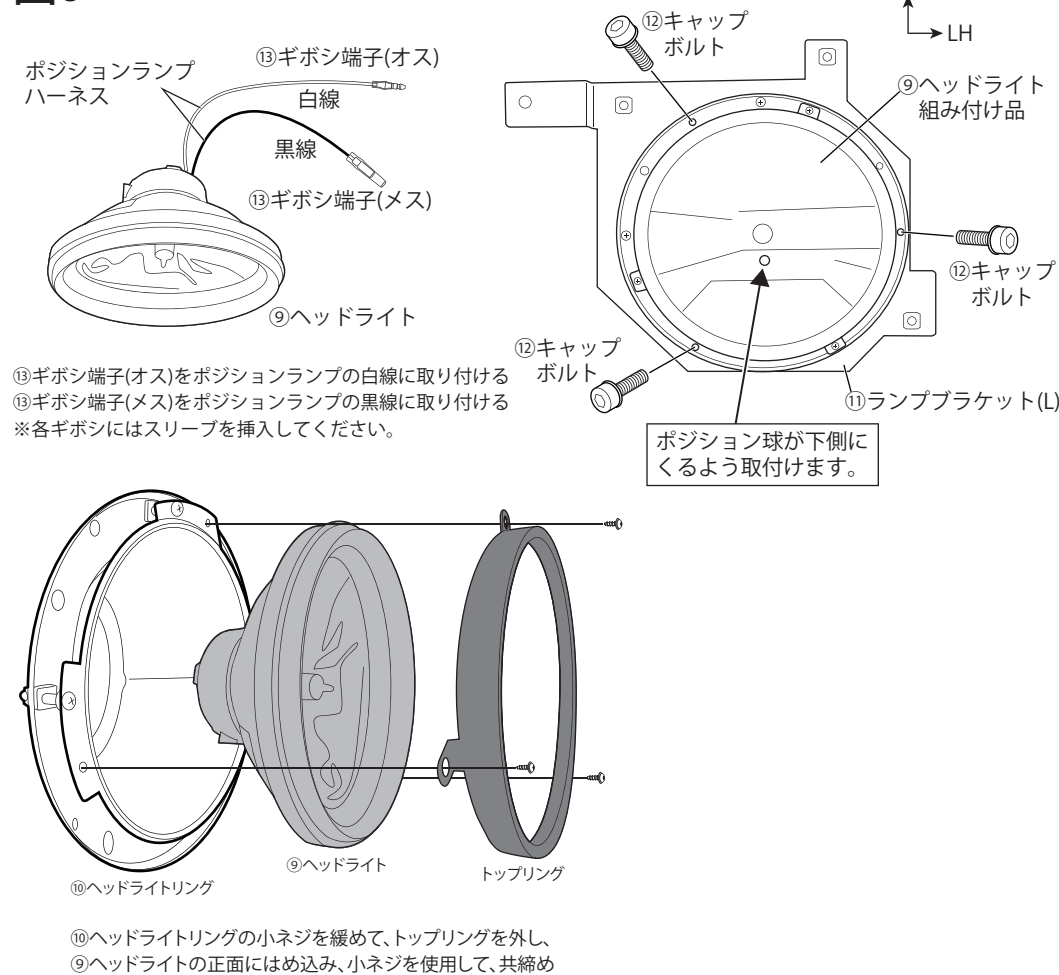

図7 ※左右共通作業 (図はLH)
- 図7を参考に、組み付けた⑪ランプブラケットを③アプセットボルトで車両に取り付けます。